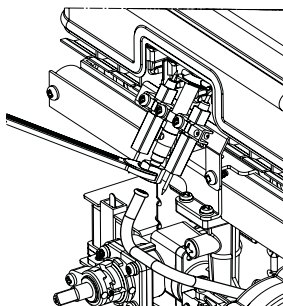

Рисунок 7
- 2.8.2 Открутите форсунку пилотной горелки и снимите ее (рисунок 7–8).